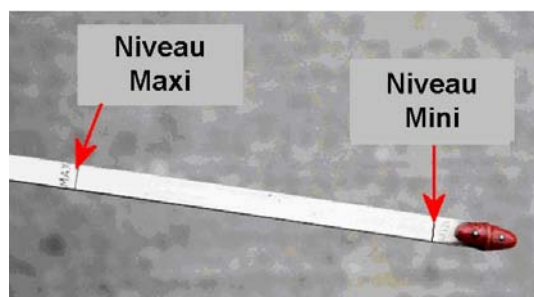

Fig. 2-2 Repères de niveaux
5. Vérifier le niveau d'huile avec la jauge (fig. 2-2).